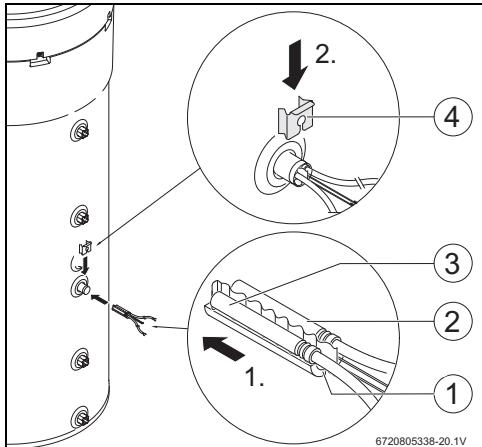

Fig. 7
- Montar el juego de montaje [1], el sensor de temperatura NTC del accesorio [2] y el sensor de temperatura NTC del regulador [3] y posicionarlo tal como se lo visualiza en la imagen 7.